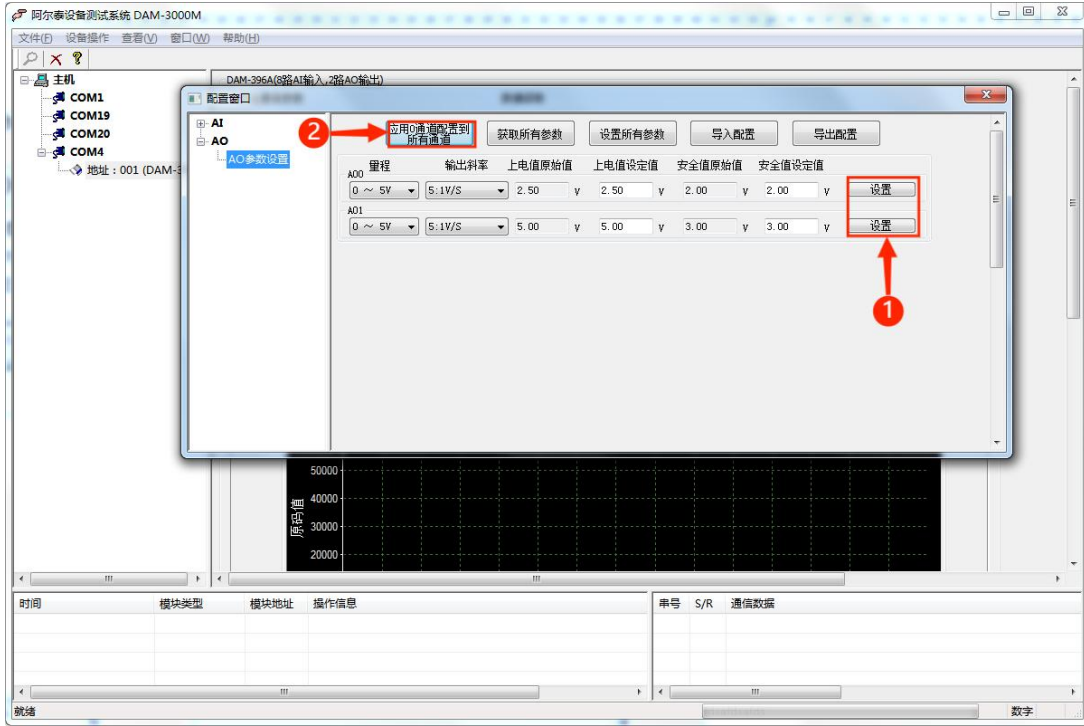
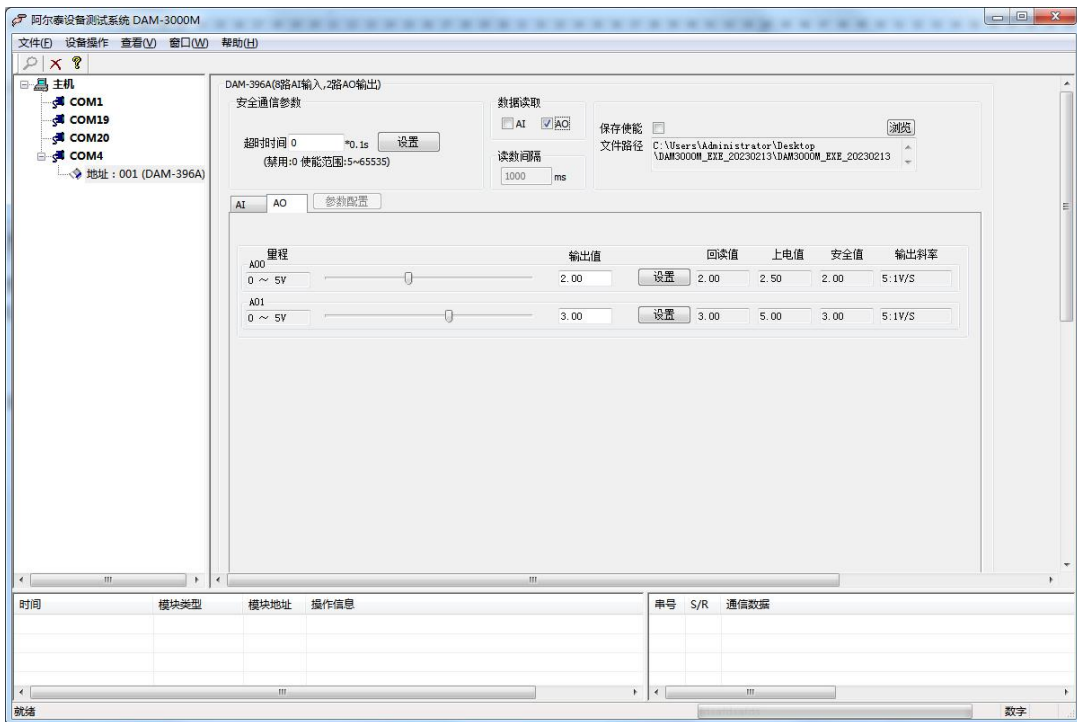

图 23
图 24
1) 在参数配置中点击“AO 参数设置”进入 AO 参数设置界面，参数设置完成后点击设置按钮如图 23-①可对当前通道参数进行保存，点击图 23-②，可将 0 通道数值应用到所有通道，设置完成后返回主界面点击“AO”即可开始数据采集如图 24。